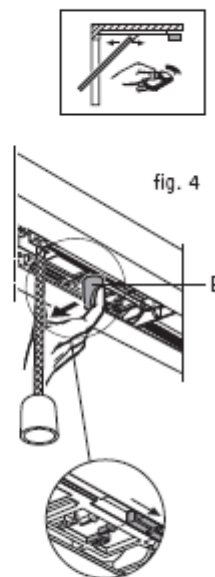

fig. 4
- Mueva la palanca roja 'B' en dirección a la flecha, el carro de arrastre quedará de nuevo bloqueado al siguiente movimiento. Accione el operador. Ver fig. 4.